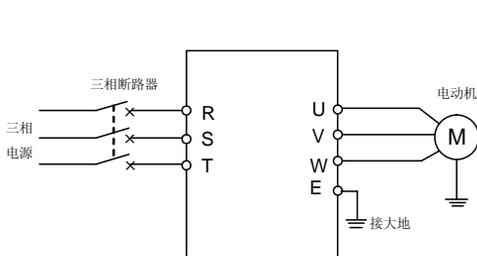

图 5-3 SVC 运行接线
- ① 按图 5-3 接线；
- ② 确认接线无误后合上电源开关，接通电源；
- ③ 按以下设置参数：